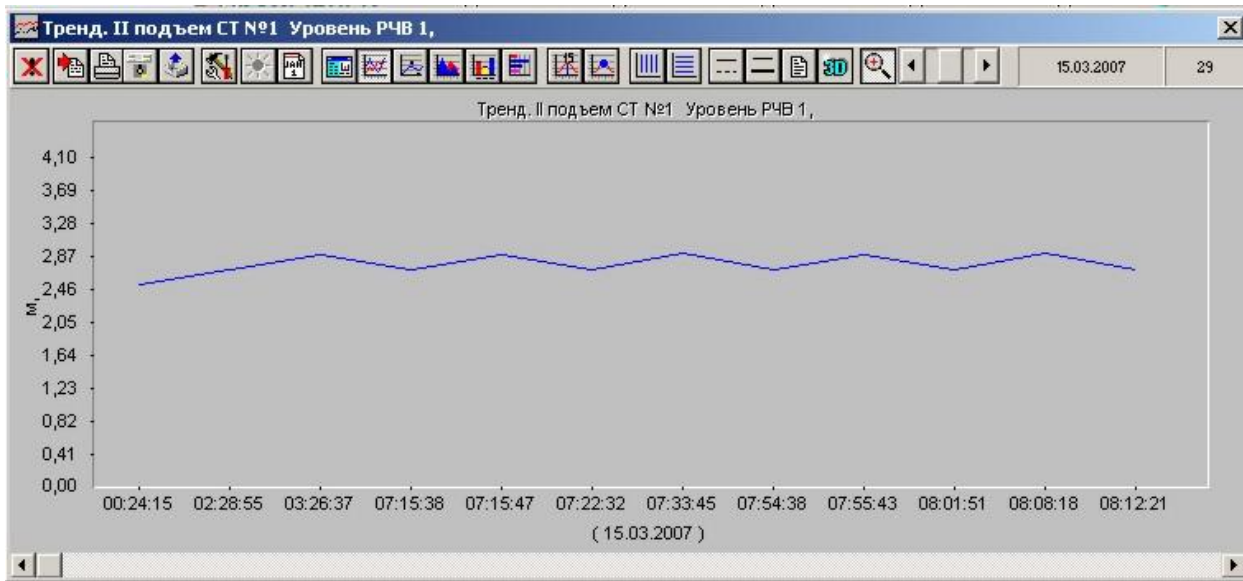

Рис. 33
10.3. На экране появится окно, содержащее график изменения параметра и ряд инструментов для визуализации тренда (см. рис. 33)